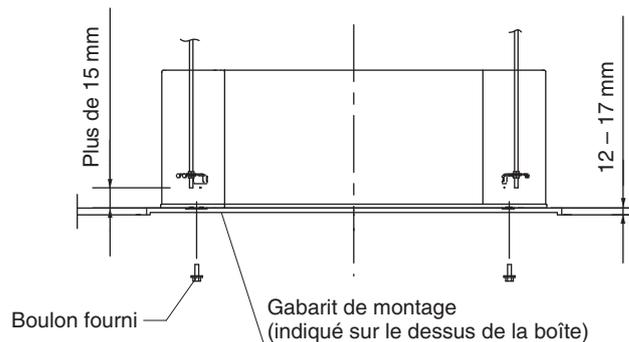

Fig. 3-35
- (1) Si vous encastrerez l'unité à l'intérieur du plafond, déterminez l'écartement des tiges filetées à l'aide du gabarit de montage fourni. (Fig. 3-35) Les tubes et le câblage doivent être posés à l'intérieur du plafond lors de la fixation de l'unité. Si le plafond existe déjà, placez les tubes et le câblage de manière à ce qu'ils puissent être raccordés à l'unité avant de glisser celle-ci à l'intérieur du plafond.
- (2) Vous devez prévoir des tiges filetées dont la longueur convient à une distance d'au moins 15 mm entre le dessous du boulon et la partie inférieure de l'unité, comme illustré sur la figure 3-35.